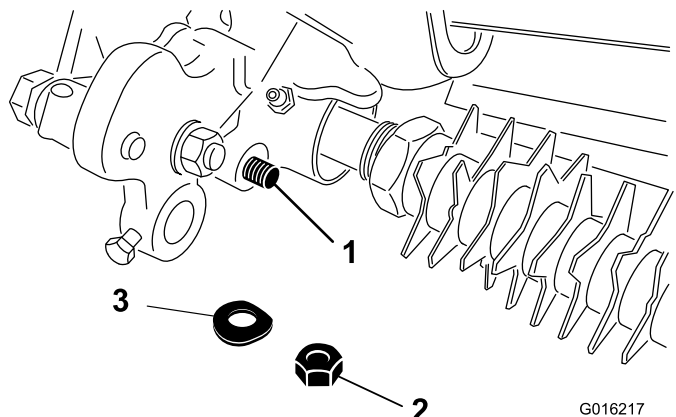

図 11
23. アジャスタアーム・アセンブリのロッド端部をグルーマ駆動アセンブリに固定するベルヴィールワッシャとロックナットを使用する 図 11。
28. アジャスタアーム・アセンブリのロッド端部をグルーマ駆動アセンブリに固定するベルヴィールワッシャとロックナットを使用する 図 11。